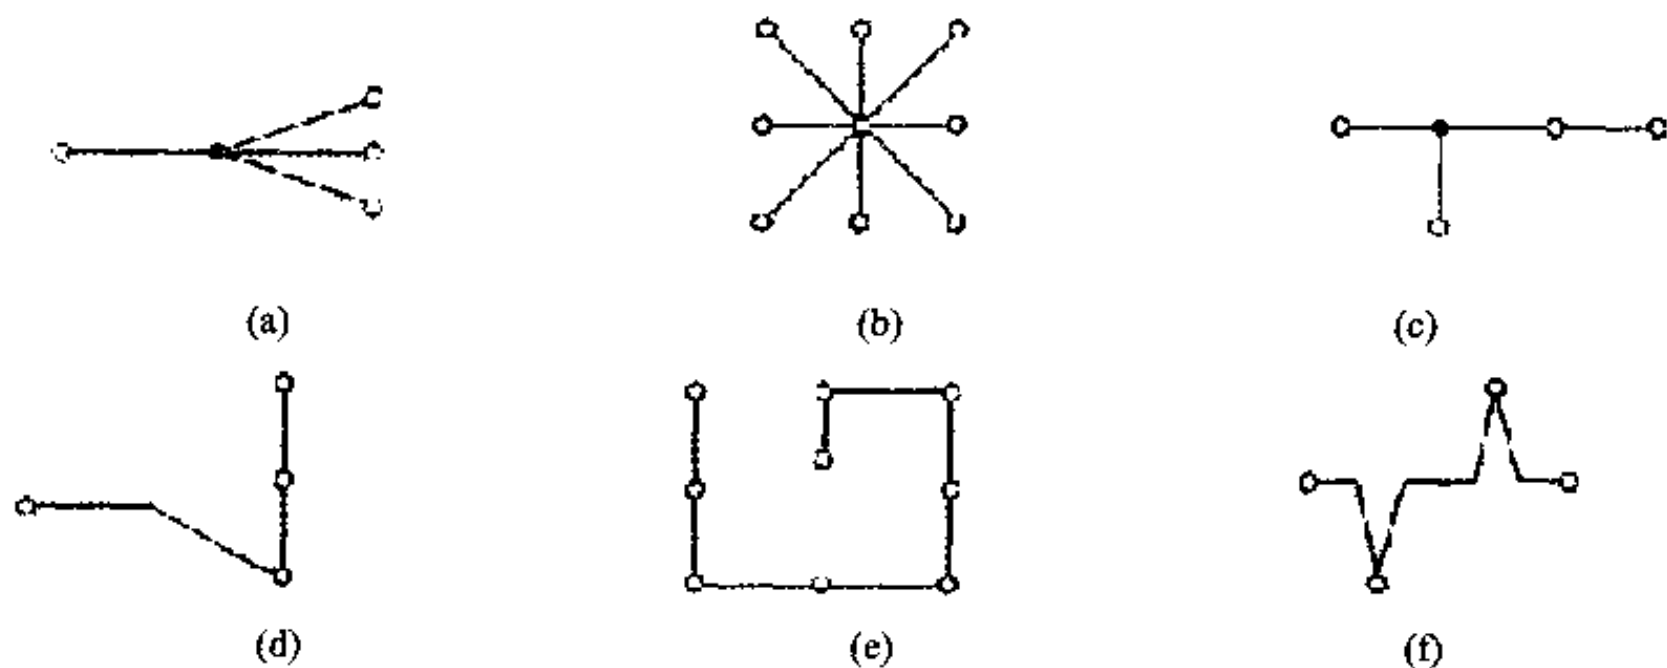

图 11.3.3.1 常见的正误连接方式
- 采用一条双绞线电缆做总线，将各个节点串接起来，从总线到每个节点的引出线长度应尽量短，以便使引出线中的反射信号对总线信号的影响最低。图 11.3.3.1 所示为实际应用中常见的一些错误连接方式 (a, c, e) 和正确的连接方式 (b, d, f)。